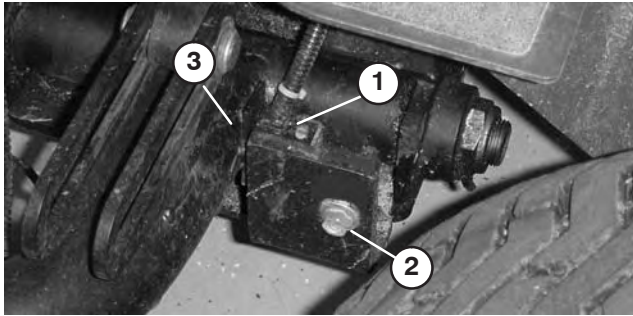

Figure 12
- Desserrez l'écrou du boulon de carrossier qui fixe le support du commutateur de bras de levage au bras N° 4 (avant gauche) (Fig. 12).